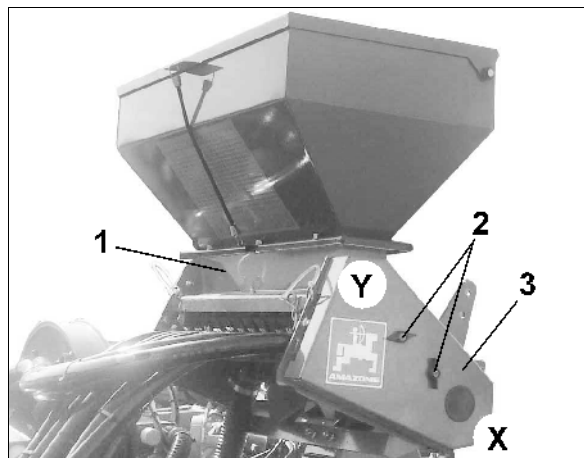

Fig. 28
1. Flügelmuttern (Fig. 28/2) lösen und Kettenschutz (Fig. 28/3) abnehmen.